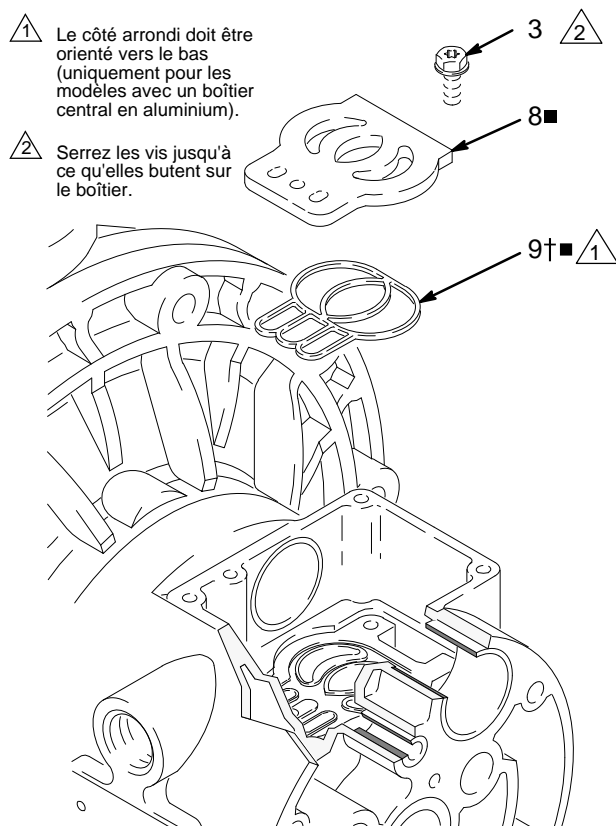

FIG. 9
5. Vérifiez le plateau de vanne (8■) en place. S'il est endommagé, utilisez un tournevis Torx (T20) ou une clé à douille de 7 mm (9/32 po.) pour retirer les trois vis (3). Enlever la plaque de la vanne (8■) et enlevez le joint (9) sur les modèles avec un corps central en aluminium uniquement. Consultez FIG. 9.
2. Sur les modèles avec un corps central en aluminium, mettez le joint de la plaque de vanne (9) dans la rainure au fond de la cavité de la vanne. La partie arrondie du joint **doit être orientée vers le bas** dans la rainure. Consultez FIG. 9.
3. Installez la plaque de vanne (8) dans la cavité. Dans le cas des modèles avec boîtier central en aluminium, la plaque est réversible, de sorte que les deux faces peuvent être orientées vers le haut. Placez les trois vis (3) en utilisant un tournevis Torx (T20) ou une clé à douille de 7 mm (9/32 po.). Serrez jusqu'à ce que les vis butent sur le boîtier. Consultez FIG. 9.